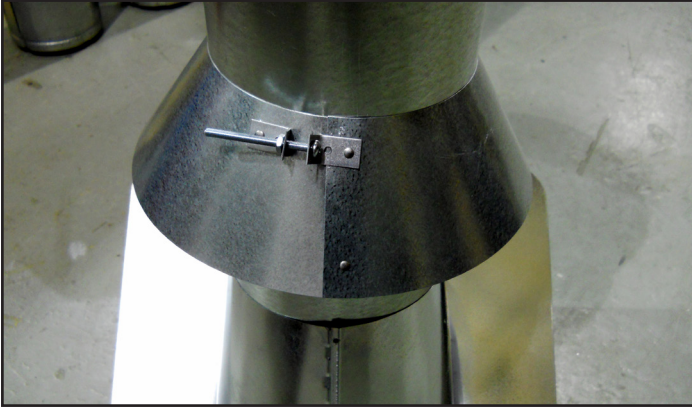

Figure 7.14 Insérer le boulon dans les supports
- Glisser la mitre assemblée sur la section de conduit jusqu'à ce qu'elle repose sur le solin du toit (voir la figure 7.14).